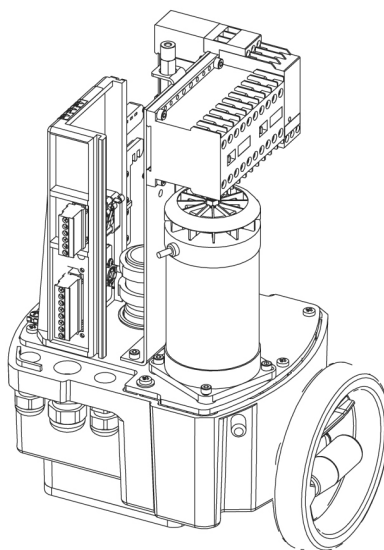

Рис. 20: Установка контактора реверса и реле контроля фазы ARI-PREMIO 12-15 кН
- Смонтируйте контактор на плате редуктора с помощью крепежного комплекта (Рис. 20)
- Закрепите реле контроля фазы рядом с контактором реверса (Рис. 20)